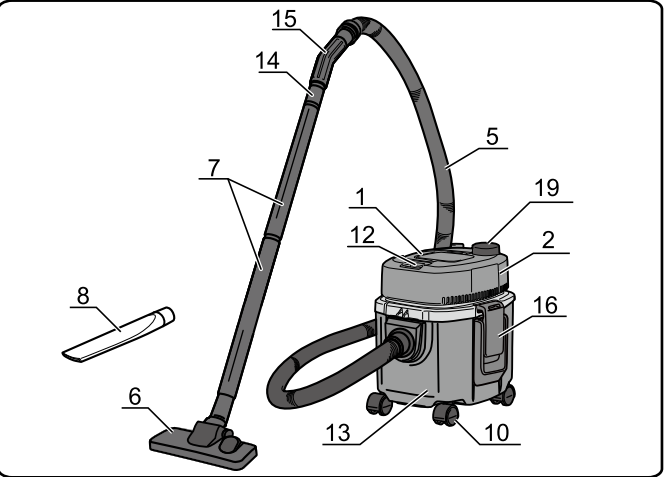

fig.1
- 걸쇠를 풀고 상단 덮개를 제거한 다음 용기에 담긴 품목을 꺼내십시오. (fig.1, 2)
- 걸쇠(16)를 해제하십시오. (fig.1)